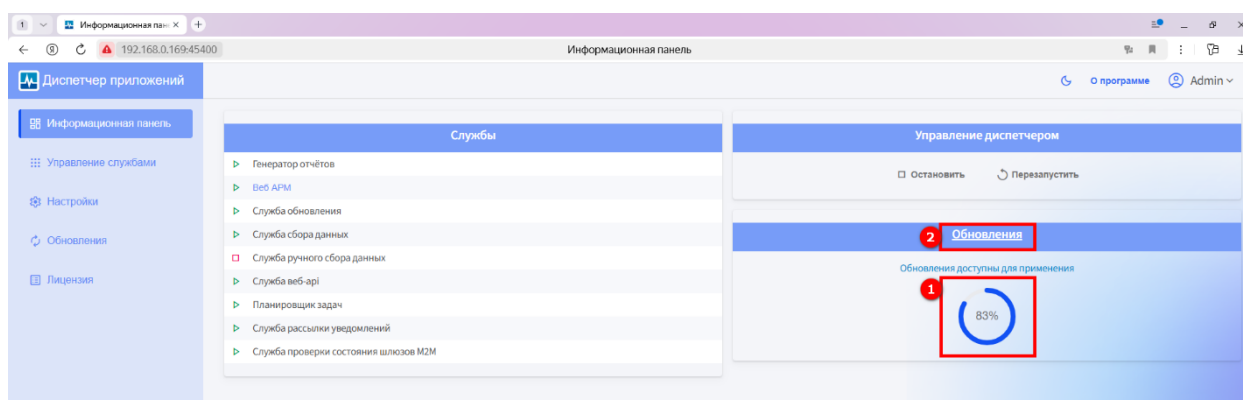

Рисунок 11 – Диспетчер приложений – Информационная панель – Обновления
В данной вкладке также отражается процент прогресса обновления **RadioAccess 4** (1) (см. рисунок 11). Нажимая на **Обновления** (2) будет открыта вкладка **Обновления**, в которой можно запустить процедуру обновления и отслеживать ход обновления.